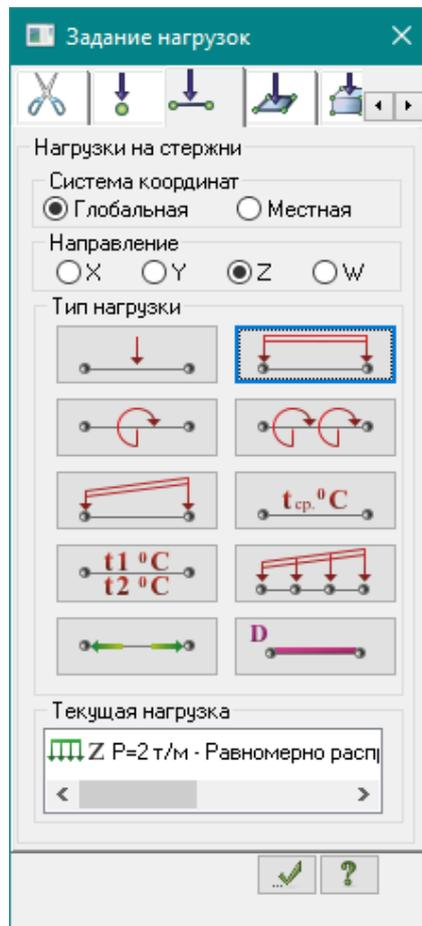

Рис.1.13. Диалоговое окно **Задание нагрузок**
*Нагрузки на узлы и элементы задаются с помощью диалогового окна **Задание нагрузок** (рис.1.13), которое вызывается после выбора одной из команд раскрывающегося списка **Нагрузки на узлы и элементы** (панель **Нагрузки** на вкладке **Создание и редактирование**). Диалоговое окно содержит закладки для задания нагрузок на **узлы, стержни, пластины,***
Вызовите диалоговое окно **Задание нагрузок** на закладке **Нагрузки на стержни** (рис.1.13) выбрав команду  – **Нагрузка на стержни** в раскрывающемся списке **Нагрузки на узлы и элементы** (панель **Нагрузки** на вкладке **Создание и редактирование**). В этом окне по умолчанию указана система координат **Глобальная**, направление – вдоль оси **Z**.